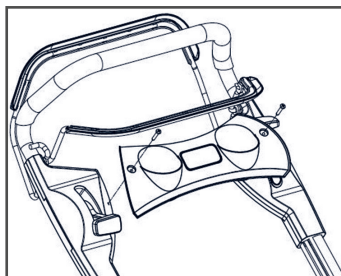

рис.2d
- На верхней рукоятке установите и закрепите панель с помощью 2-х болтов, как показано на рис. 2d.